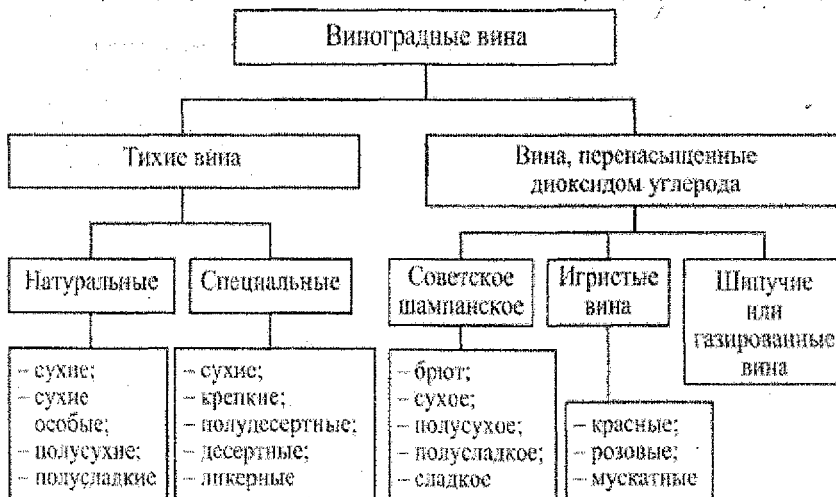

Рисунок 6.1 – Иерархический метод классификации (на примере виноградных вин)
**Иерархический метод** (рис. 6.1) предполагает последовательное деление множества объектов на подчиненные классификационные группировки (подмножества). На рисунке представлена схема иерархического метода классификации виноградных вин.